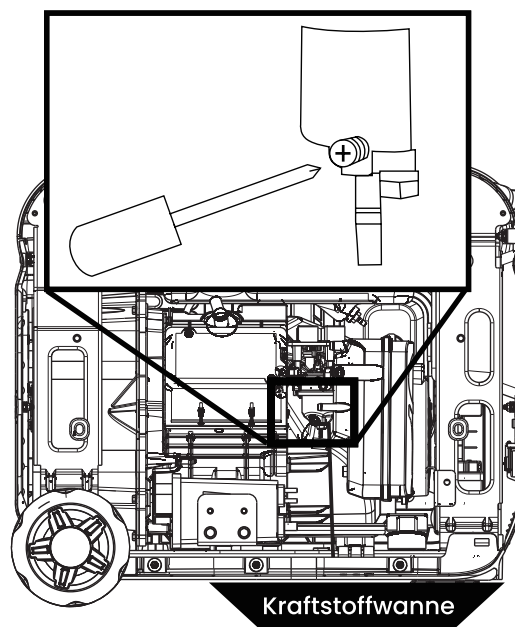

Abbildung 14: Lockern der Schwimmerkammerschraube
3. Lockern Sie die Ablassschraube der Schwimmerkammer (siehe Abbildung 14), bis der Kraftstoff aus der Schwimmerkammer abläuft.